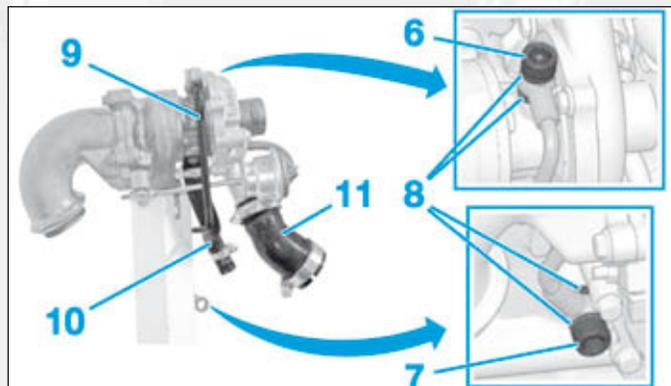

FIG.42
- les vis (4) de l'écran thermique supérieur,
- l'écran thermique supérieur (5),
- les 2 vis (6) et (7) (Fig.42),
- les 4 joints d'étanchéité (8),
- la canalisation de graissage (9),
- le tuyau de retour graissage turbocompresseur (10),
- le tuyau de sortie d'air (11),